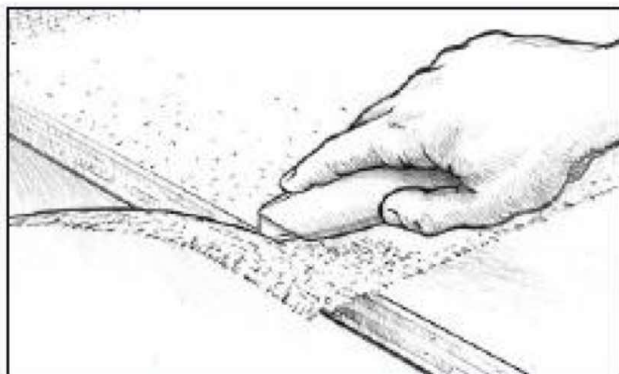

Рисунок 8-19 Обрежьте лишнюю ткань после того, как эпоксидная смола превратится в гель, но до полного застывания.
7. Обрежьте излишки ткани после того, как смола достигнет фазы первоначального отверждения. Ткань будет легко обрезаться острым канцелярским ножом (*Рисунок 8-19*). Обрезайте излишки ткани, если нужно, следующим образом: